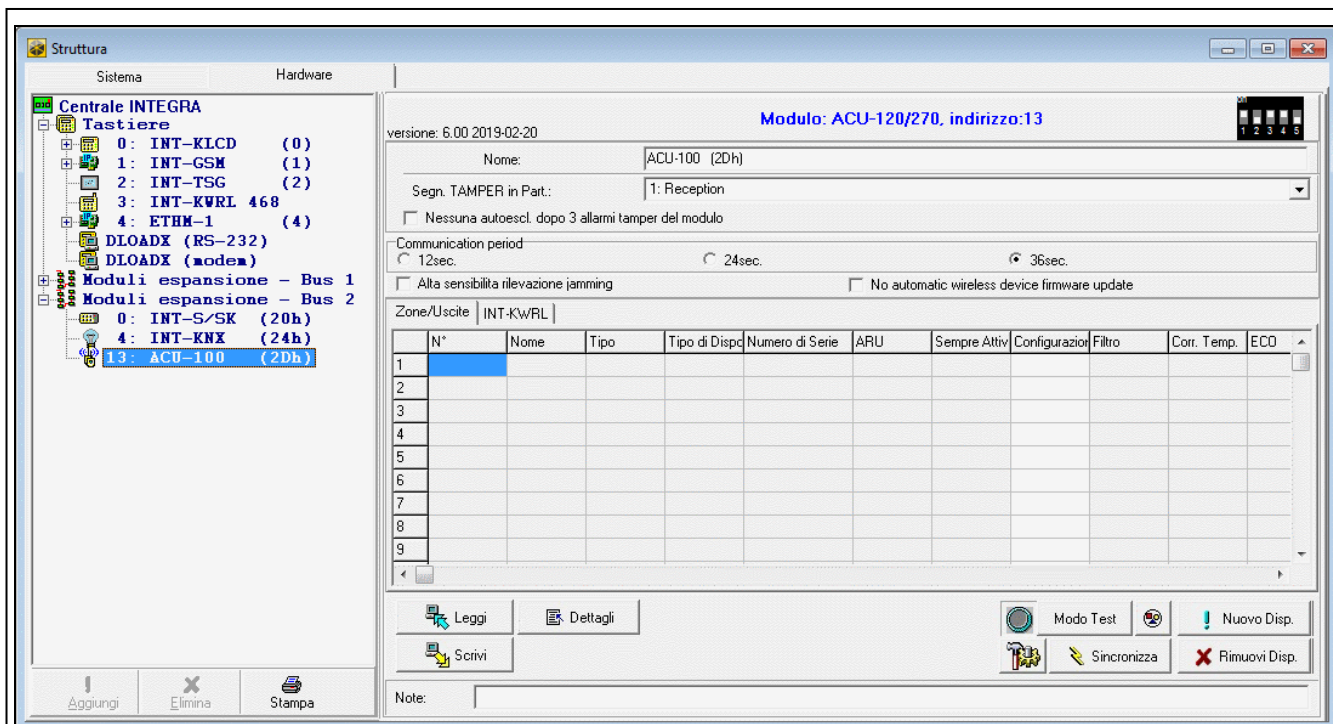

Fig. 10. Software DLOADX: parametri e opzioni del ricevitore collegato alla centrale INTEGRA / INTEGRA Plus.
- software DLOADX: la finestra "Struttura" → scheda "Hardware" → ramo "Espansioni" → [nome ricevitore] (fig. 10).
- software DLOADX: la finestra "VERSA – Struttura" → scheda "Hardware" → ramo "Espansioni" → [nome ricevitore] (fig. 10).